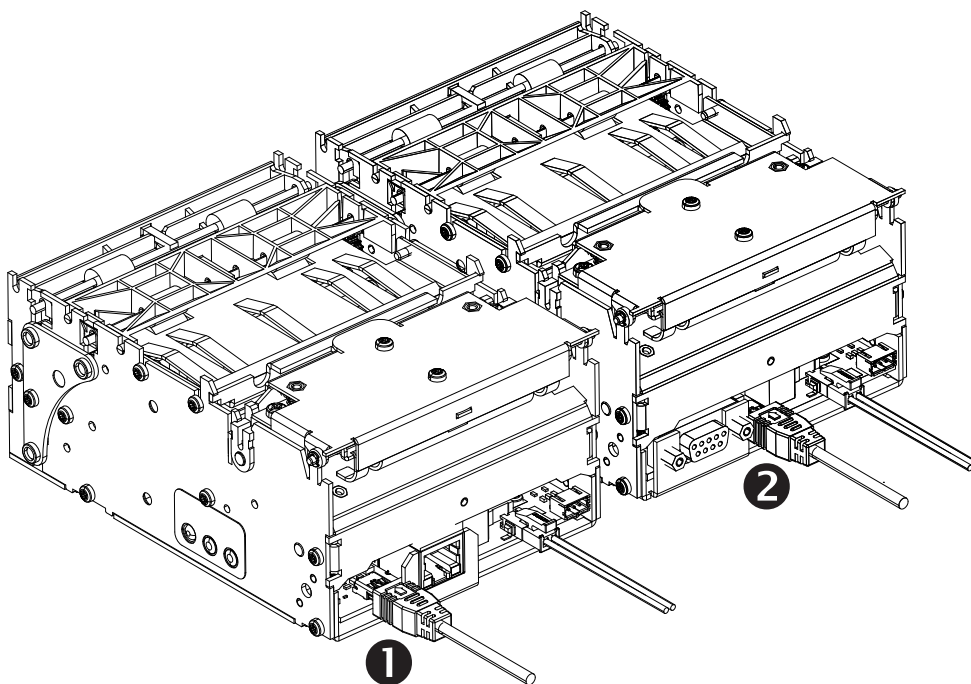

Figura 4-3 • Collegamento USB
Vedere la Figura 4-3. Nella configurazione USB / Ethernet ❶, il collegamento USB si trova alla sinistra del collegamento Ethernet. Nella configurazione USB / seriale ❷, il collegamento USB si trova alla destra del collegamento seriale.